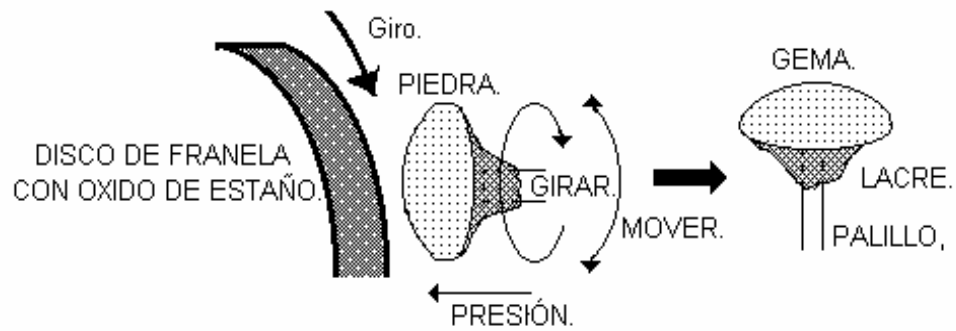

Figura 23: Pulido de la piedra.
8.- El proceso de **pulido**, se realiza con un disco de franela con algo de oxido de estaño, él oxido de estaño viene en forma de piedra, una vez impregnada el disco, se presiona ligeramente la roca sobre la franela y se cubre toda la superficie, moviendo y girando la roca, este proceso se termina hasta que la superficie de la gema queda sin impurezas y con un brillo uniforme (**Figura 23**).